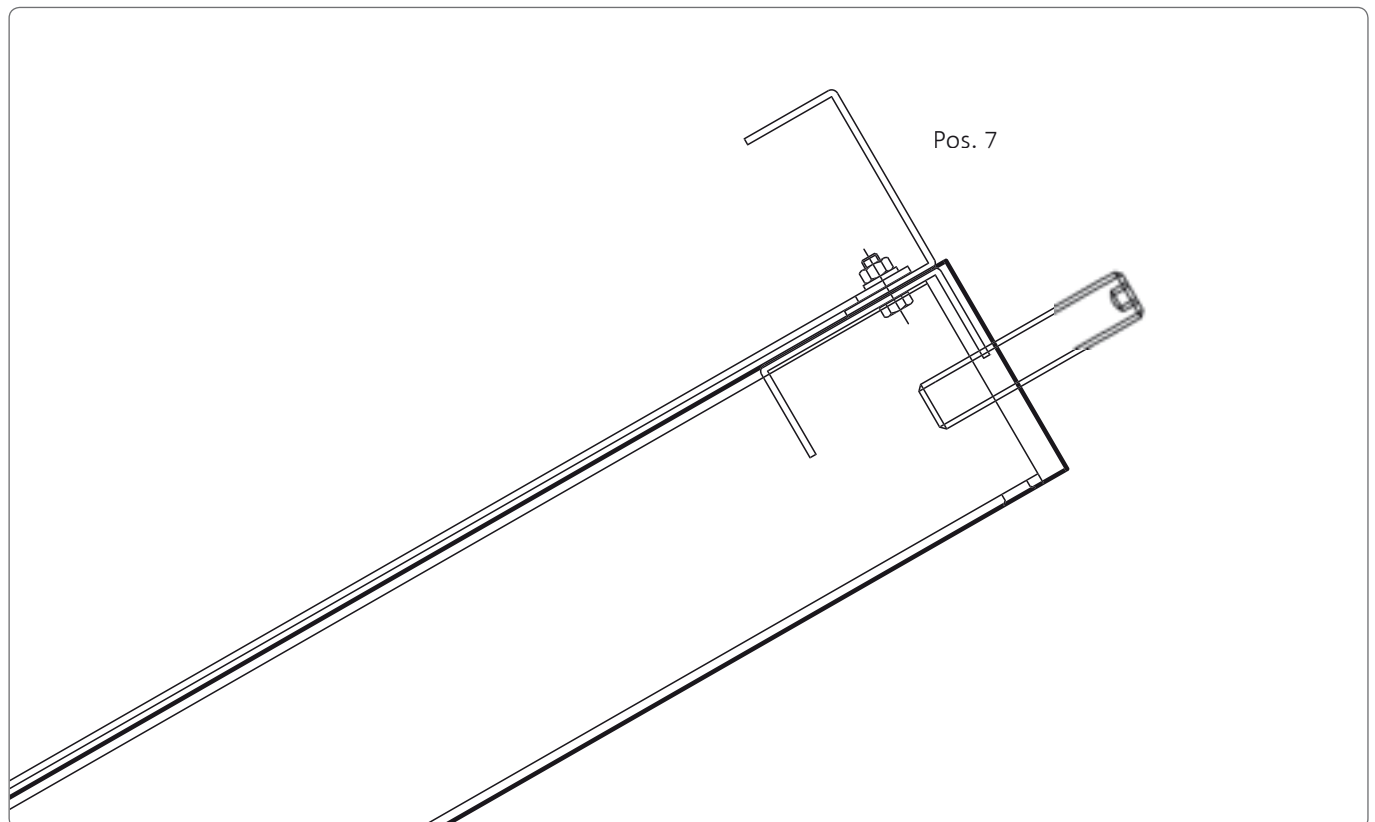

Abb. 1.8: Montage des obersten Querträgers
1. Der oberste Querträger (Pos. 7) wird zu zweit mittels drei Schrauben M10 inklusive Mutter und Unterlegscheibe montiert. (s. Abb. 1.8)